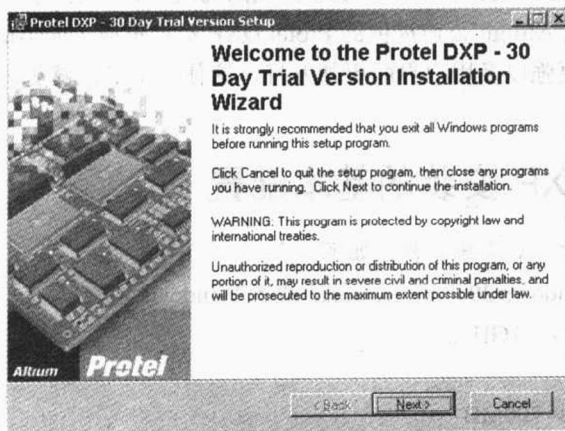

图 1-3 安装向导第一步对话框
(3) 解压缩所有文件后,将自动进入 Protel DXP 的安装向导第一步,如图 1-3 所示。